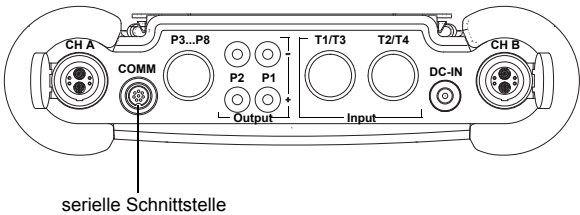

Abb. 6.14: Anschlüsse am Messumformer FLUXUS F601
- Schließen Sie das RS232-Kabel an den Messumformer (siehe Abb. 6.14) und an die serielle Schnittstelle des PC an.